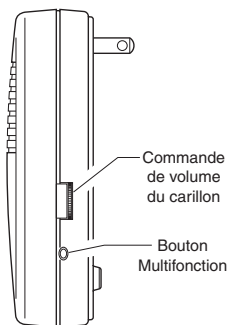

Figure 1
8. Réglage du volume. Débranchez le carillon et réglez le volume à la puissance souhaitée (voir la Figure 1). Rebranchez le carillon dans la prise électrique.